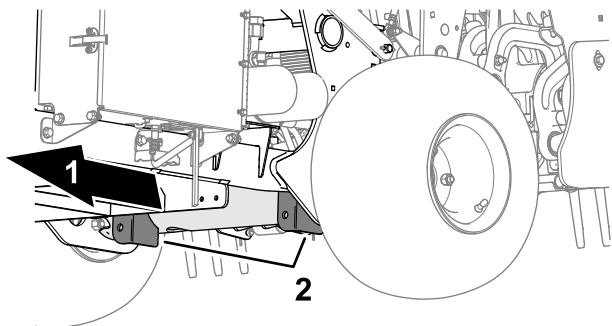

Figura 139
3. Aezați cricul în siguranță sub placa cadrului, în interiorul roii spate (Figura 139).